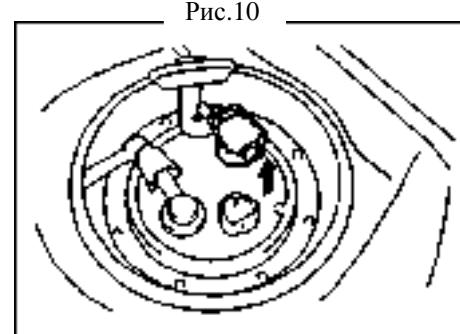

Рис.10
- (a) Отключите электронасос (см. рис.10).